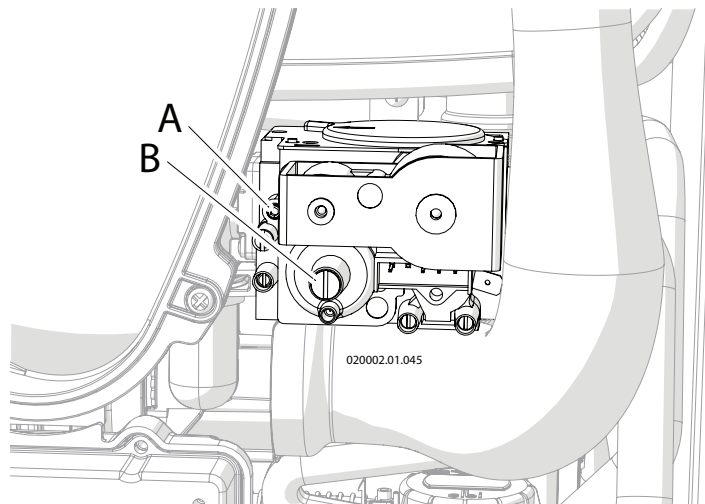

Figura 6-7 - Valvola gas
- 18.-aprire completamente la vite di regolazione del CO2 particolare "A" (Figura 6-7);